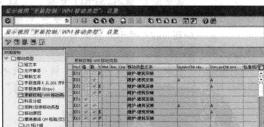

图 7-73 移动类型-更新控制/WM 移动类型
STEP 7 单击左栏中的“更新控制/WM 移动类型”属性,它主要用于定义在 WM 仓库管理中此“移动类型”的设置,一般来说如果没有用到仓库管理功能,默认的配置信息不会改变,如图 7-73 所示。